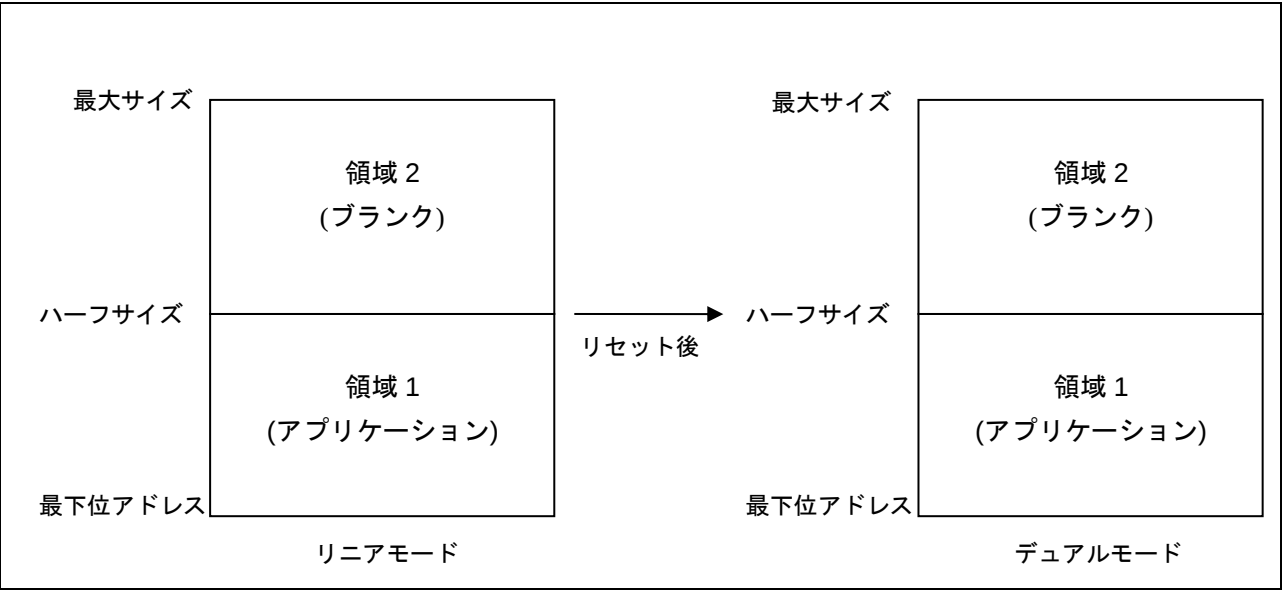

図 13.1 リニアモードでのデュアルモード用アプリケーションの書き込み
【条件】 図 13.1 の領域 2 への書き込みは行わない
- 2. デュアルモードに設定されたオプション設定メモリ用のプログラムファイルおよび図 13.1 の領域 1 のプログラムファイル（アプリケーション）を書き込む
【備考】 リニアモードからデュアルモードに変更する場合、図 13.1 の領域 2 はブランクであることが推奨されます。